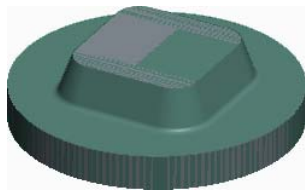

图 3.15.2 制造模型
Step1. 设置工作目录。选择下拉菜单 **文件** → **管理会话 (M)** → **选择工作目录 (C)** 命令，将工作目录设置至 D:\Creo 2.9\work\ch03\ch03.15。
Step2. 在工具栏中单击“打开”按钮 ，从弹出的“文件打开”对话框中，选取三维零件模型——finish_mill.asm 作为制造零件模型，并将其打开。此时工作区中显示图 3.15.2 所示的制造模型。